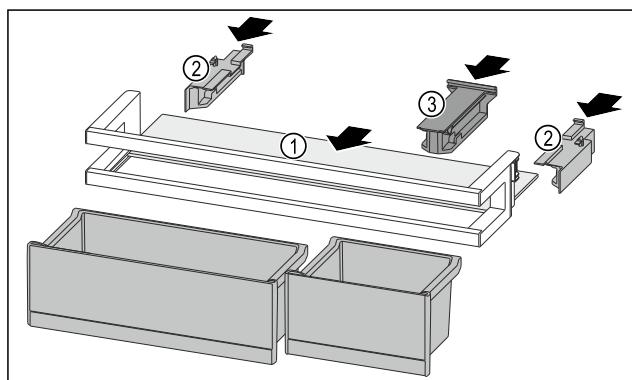

Fig. 198
- Abstellfläche Fig. 198 (1) in die seitlichen Aussparungen einschieben.
- Seitenteile Fig. 198 (2) einsetzen.
- Halteteil Fig. 198 (3) einsetzen.